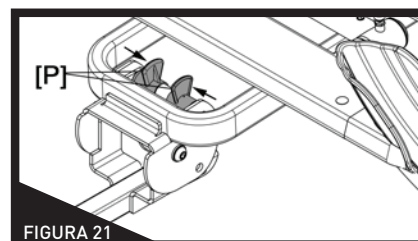

FIGURA 21
1. Mentre si solleva leggermente la rastrelliera, premere le linguette di rilascio (mostrate nella Figura 21 sopra). Una volta rilasciato, abbassare la rastrelliera in modo controllato fino a quando non si ferma [Passaggio 1], Aprire lo sportello posteriore [Passaggio 2].